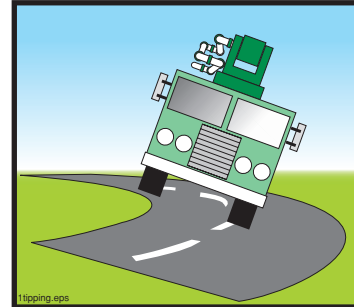

Figura 11
- 4.10 **ADVERTENCIA** Las bombas de concreto montadas sobre camiones son generalmente muy inestables. Tenga cuidado cuando tome una curva cerrada con el vehículo (Figura 11).